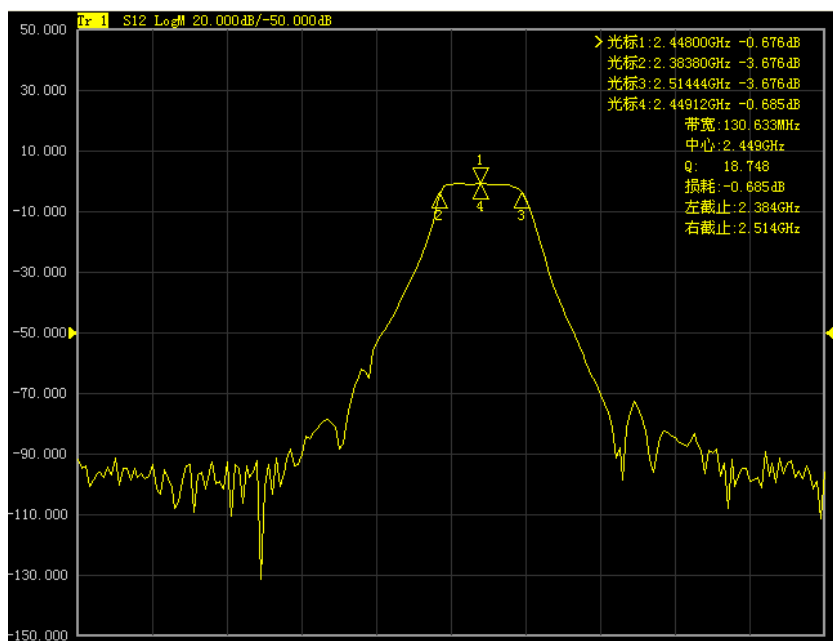

图 3.52 带宽搜索
- ① 在**高级光标**对话框中复选[离散光标]复选框，光标移到等于目标值的离散数据点。
- ② 在**高级光标**对话框中清除[离散光标]复选框，光标移到等于目标值的内插数据点。
- **带宽** 选择**带宽**搜索功能时，在**电平**框中设置两侧从峰值下降的电平（默认为-3dB），在此电平下进行带宽测量，如图 3.52 所示。测量时使用光标 1—光标 4，光标 1 搜索最大的峰值，光标 2 搜索峰值左侧下降指定电平的点，光标 3 搜索峰值右侧下降指定电平的，光标 4 搜索带宽的中心点，测量完成后显示如下信息：
- **滤波器测试** 分析仪针对滤波器方面的测试专门设置了一项快捷功能，测试得出的各项参数会自动显示在屏幕上，可以方便用户直观的看到测试结果。滤波器测试功能由于减少了测试过程中的手动设置，对测试速度有很大的提高。如图 3.52 所示。